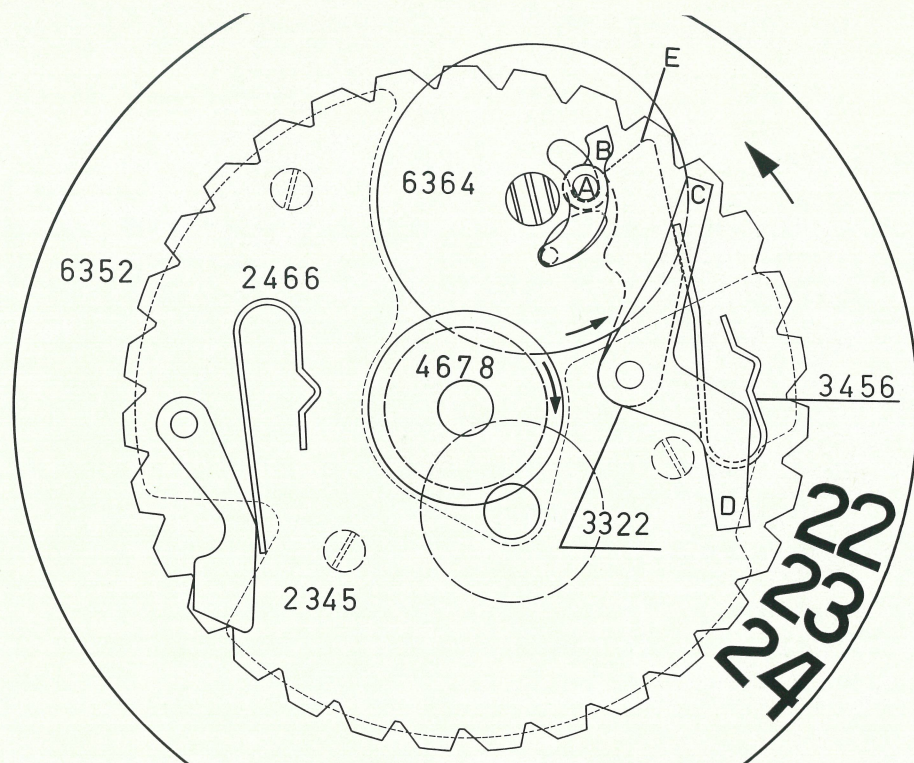

Fig. 5
6. Le dispositif de quantième (Fig. 5)
6. Calendar mechanism (Fig. 5)
6. Die Datumanzeige-Vorrichtung (Fig. 5)